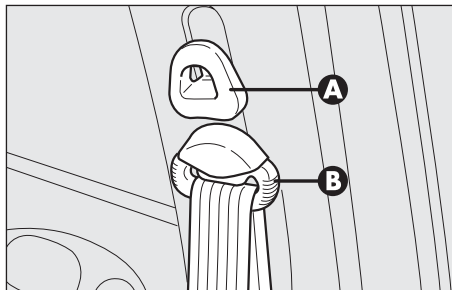

fig. 38
Per compiere la regolazione alzare o abbassare l'impugnatura (**A-fig. 38**) del meccanismo di bloccaggio, spostando contemporaneamente l'anello oscillante (**B**) nella più idonea delle posizioni consentite.
*Dopo la regolazione, verificare sempre che il cursore a cui è fissato l'anello (B-fig. 38) sia bloccato in una delle posizioni predisposte. Esercitare pertanto, con impugnatura (A-fig. 38) rilasciata, un'ulteriore spinta verso il basso per consentire lo scatto del dispositivo di ancoraggio qualora il rilascio non fosse avvenuto in corrispondenza di una delle posizioni stabilite.*